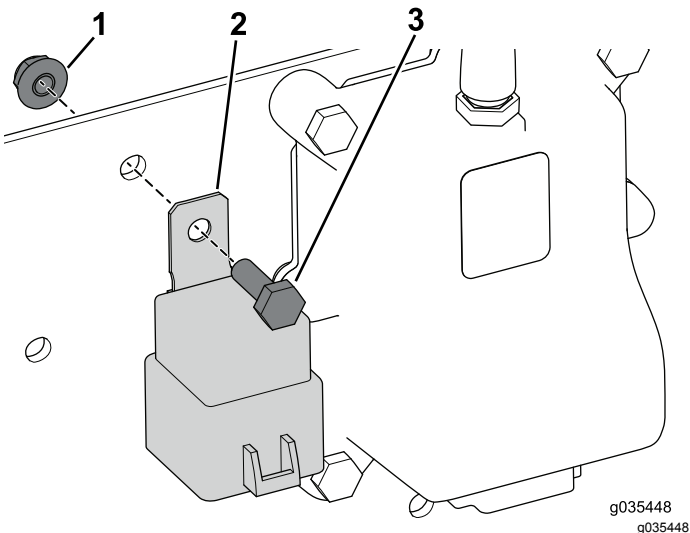

Bild 13
3. Befestigen Sie das Relais mit der Schraube ($\frac{1}{4}" \times \frac{3}{4}"$) und Bundmutter (**Bild 13**).